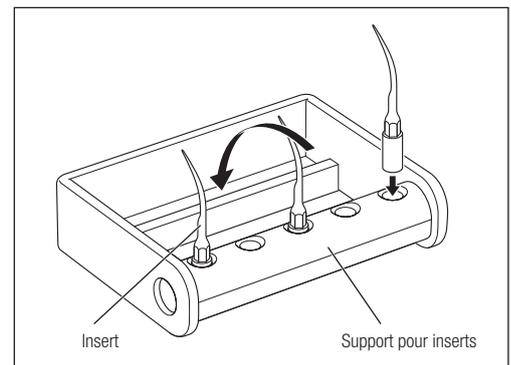

Fig. 61
- Le support pour inserts peut être stérilisé en autoclave. Jusqu'à 5 inserts peuvent être stérilisés simultanément. Faites tourner le support dans le sens indiqué par la flèche pour que les inserts soient fixés au cadre destiné à la stérilisation (Fig. 61).